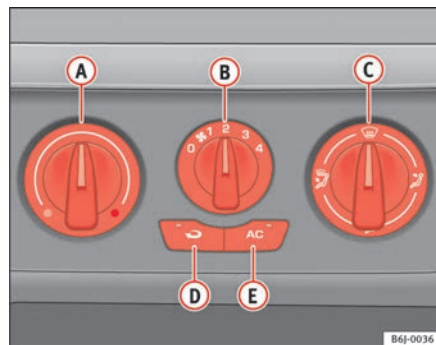

Fig. 89 Sulla plancia portastrumenti: i comandi dell'aria condizionata
- I comandi $\Rightarrow$ fig. 89 A e C e la manopola B servono a regolare la temperatura, a selezionare il livello di potenza del ventilatore e ad indirizzare il flusso d'aria.
- Chiudere le bocchette ③.
- Aprire e orientare le bocchette ④ verso i finestrini laterali.